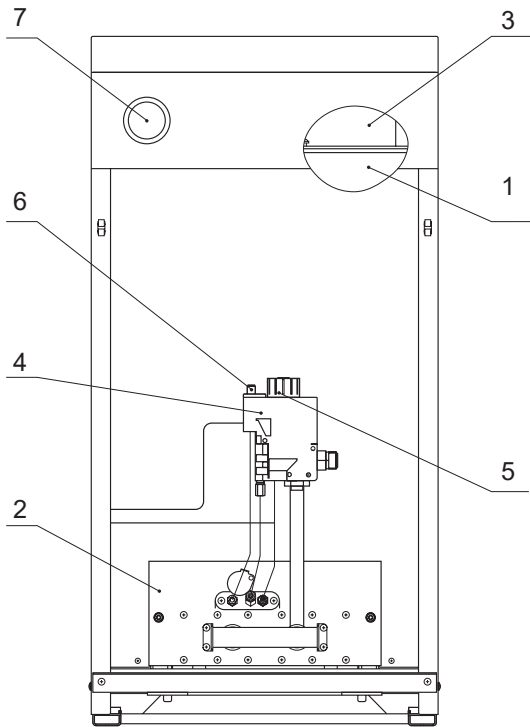

Рис. 2. Особенности котла с газовым блоком TGV307
4.2 Котел представляет собой сборную конструкцию, закрытую декоративными тонколистовыми панелями с теплоизоляцией, внутри которой располагаются (см. рис. 2, 3):
- дымоборник с датчиком тяги (3);
- корпус котла, состоящий из топки и теплообменника (1);
- газогорелочное устройство с газовым блоком (ГГУ) (2).